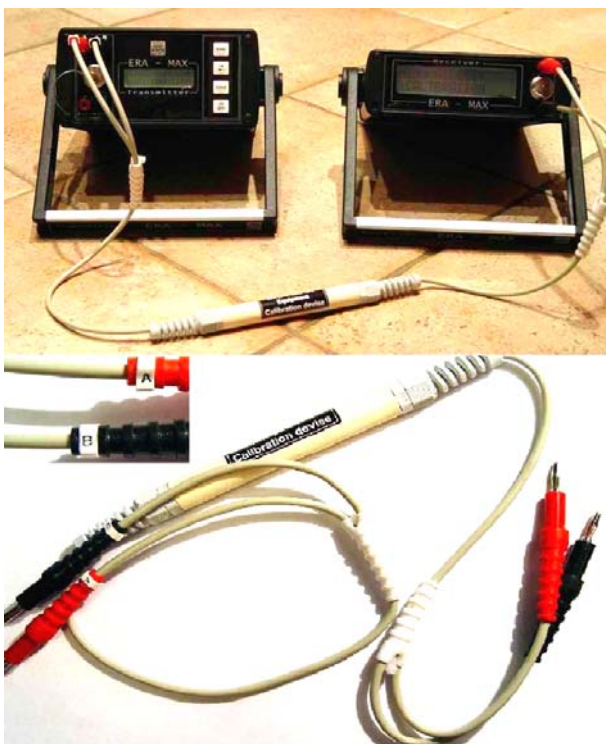

рис.2
9.1.1. Для проведения совместной калибровки используется входящее в комплект поставки Калибровочное устройство (рис. 2).